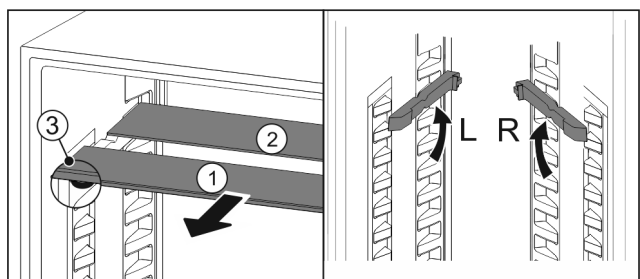

Fig. 25
- ▶ Glasplaten afzonderlijk vanaf de voorkant eruit trekken (Fig. 25 (1)).
- ▷ Glasplaat Fig. 25 (1) met sierlijst ligt voor.
▷ Stops Fig. 25 (3) zijn naar onder gericht.